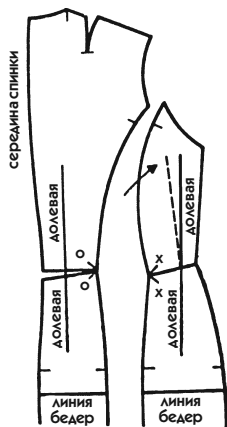

Рис. 335
В противоположность двум предыдущим примерам юбка и лиф этой модели (рис. 335) начерчены вместе в полную длину. Это надо учитывать при указании направления долевой нити.
- Сделайте горизонтальную складку, чтобы долевая нить лифа явилась продолжением долевой нити юбки (рис. 335).